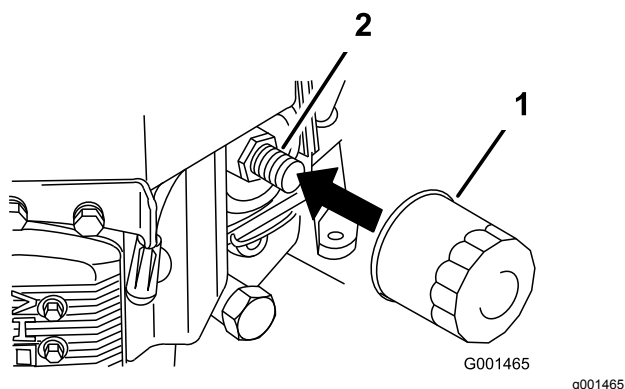

Figure 27
2. Retirez le filtre usagé (Figure 27).
3. Appliquez une fine couche d'huile neuve sur le joint en caoutchouc du filtre de rechange (Figure 27).
4. Posez le filtre à huile de rechange sur l'adaptateur, tournez le filtre dans le sens horaire jusqu'à ce que le joint en caoutchouc touche l'adaptateur, puis serrez encore le filtre de trois quarts de tour (Figure 27).